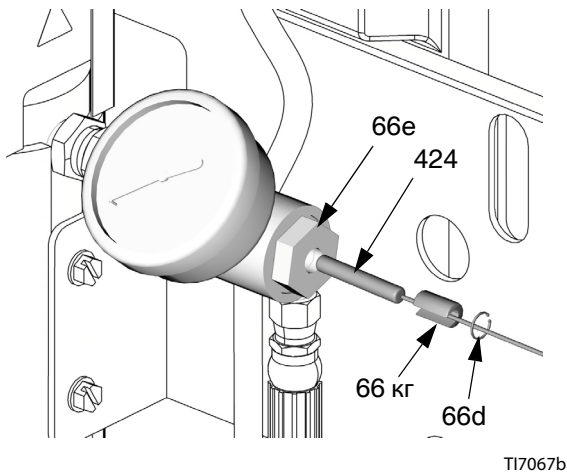

Рис.10. Датчик температуры
2. Снимите датчик температуры (424).
- a. Извлеките пружинное кольцо (66d) из канала измерения температуры (66e). См. Рис.10.
- b. Извлеките датчик (424) и распорку (66g) из канала измерения температуры.
3. Снимите крышку доступа (39) на задней панели модуля управления.
4. Отсоедините кабель питания дисплея температуры от разъемов J14 и J15 в нижней левой части платы управления (406).
5. Извлеките четыре винта из штифтов задней панели и снимите дисплей температуры (403) с передней пластины (401).
6. Извлеките винт и гайку (409), крепящие дисплей к пластине (403).
7. Извлеките кабель датчика через разрез во втулке (411).
8. Выполните сборку в обратном порядке. Установите дисплей температуры таким образом, чтобы выключенное положение (0) выключателя питания нагревателя располагалось слева, если смотреть на панель управления.